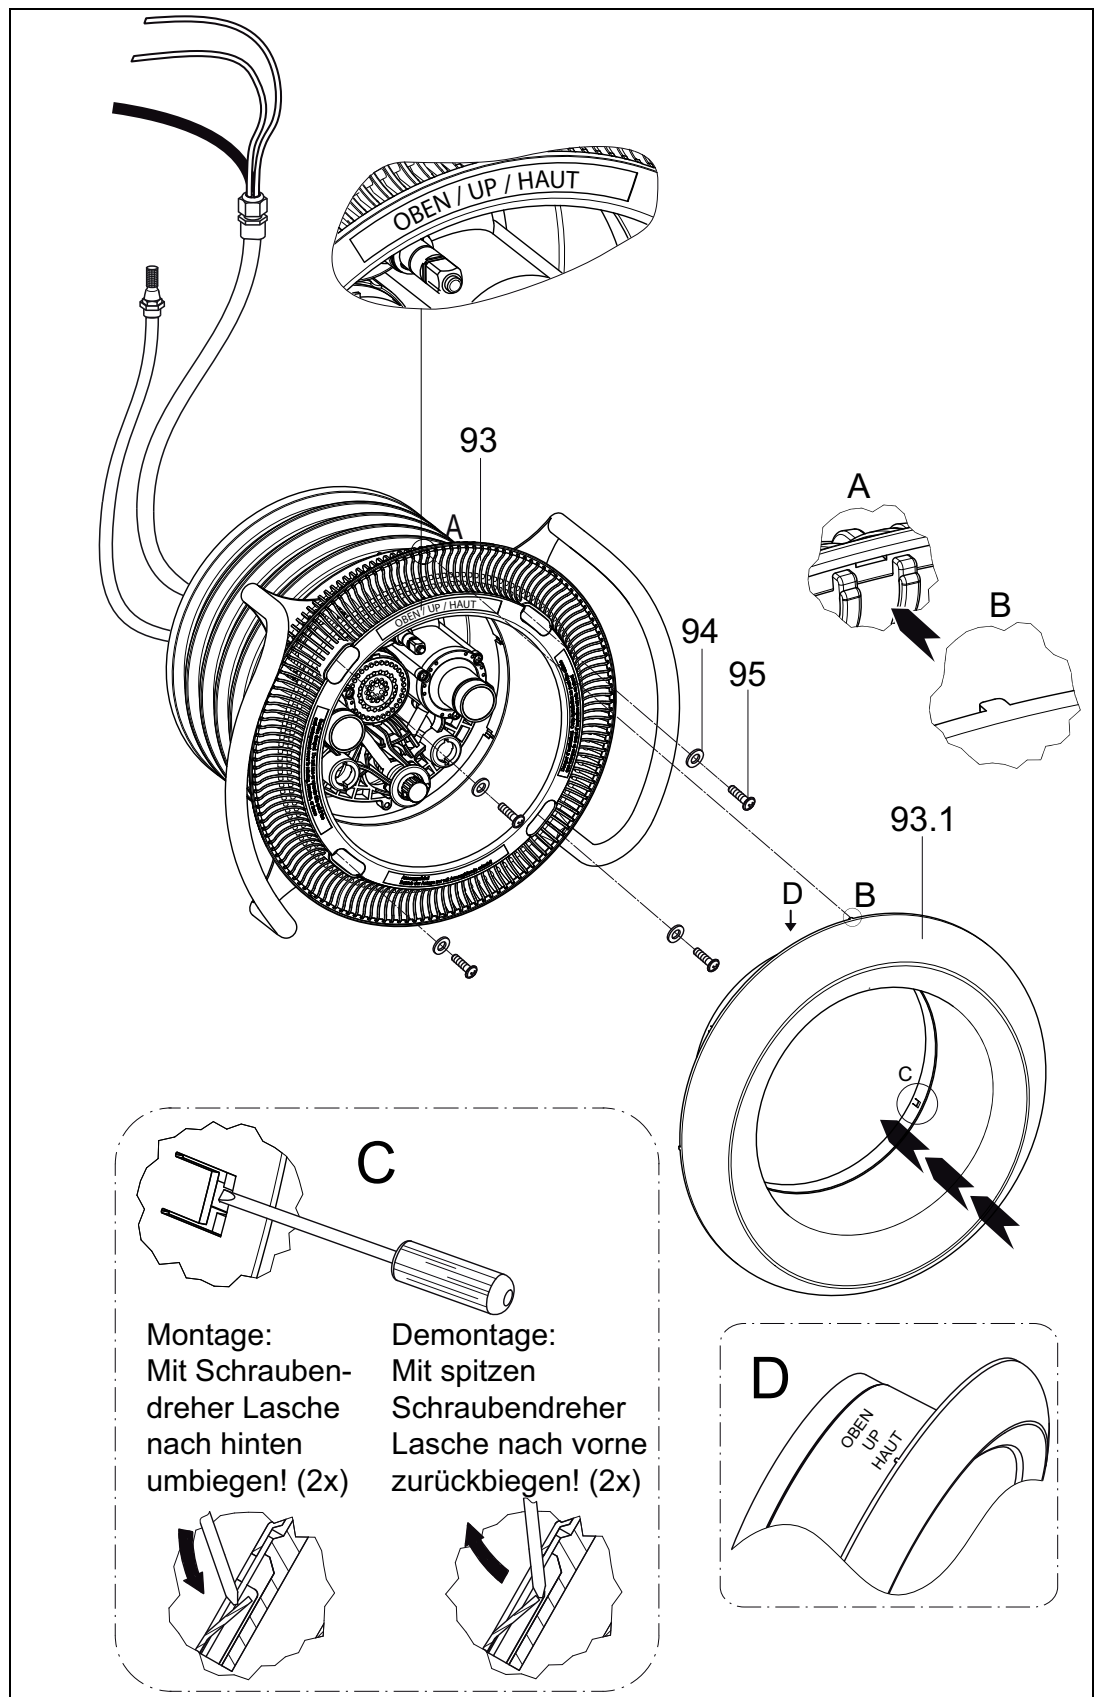

Abb.11
8. Ansaugblende (93) auf dem Spannring (28) ansetzen und mit vier Unterlegscheiben (94) und vier Schneidschrauben (95) befestigen (Abb. 11). Auf Einbaulage achten!
9. Edelstahlblende (**93.1**) mit vorstehenden Zentriernoppen auf den vorhandenen Aussparungen der Ansaugblende (**93**) ausrichten und von Hand aneinanderpressen. Markierung "OBEN" auf der Edelstahlblende beachten. Zur Arretierung der Blende die zwei seitlichen Biegelaschen mit einem Schraubendreher nach hinten umbiegen (Abb.11).